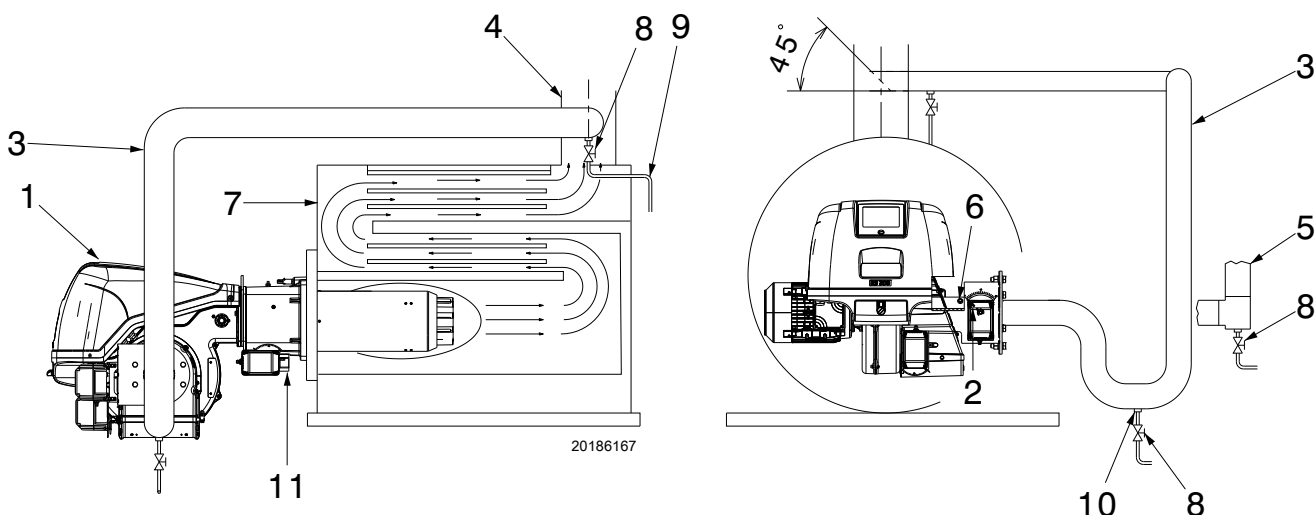

图 18
- 通常，管路与烟道连接如图 18 所示，其 45° 切割面正对烟气流且切割面中心位于烟道中心。
图例（图 18）
kW	烟气吸入压力 6)(图 18)